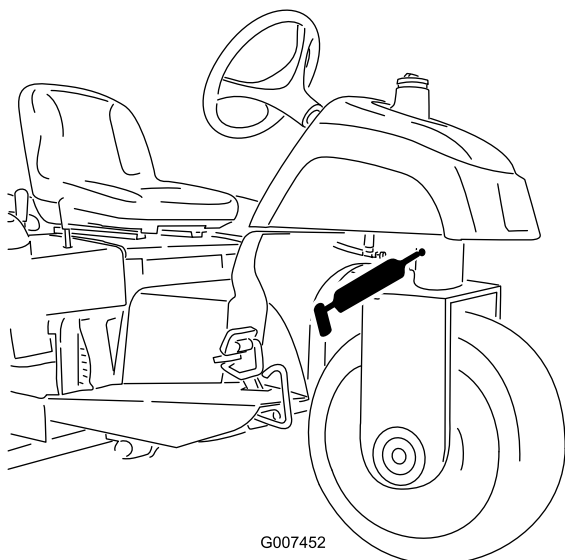

图 26
- 转向枢轴 (图 26)
**注意** 转向枢轴上的平式接头图 26 需要一个黄油枪喷嘴转换器。请从您当地的Toro 授权经销商处订购Toro 零件号 107-1998。